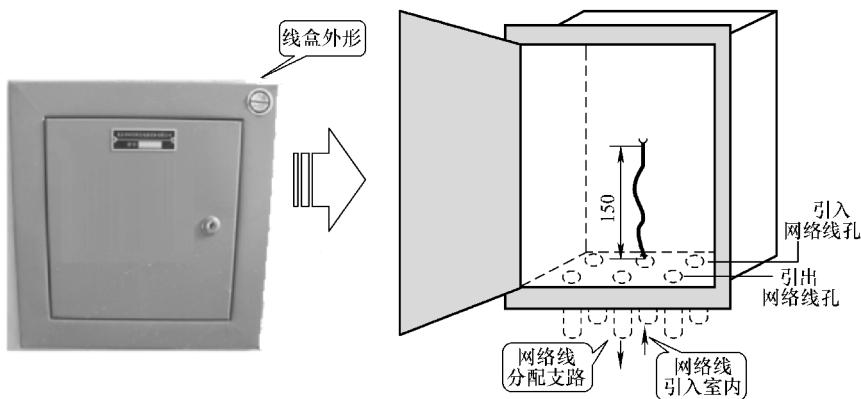

图 6-28 入户线盒的安装
1) 网络线（以下简称网线）经过入户线盒引进室内，由于室内线盒内部的电线、电缆全部是弱电，所以选择了金属线盒，如图 6-28 所示为常见的网线入户线盒。